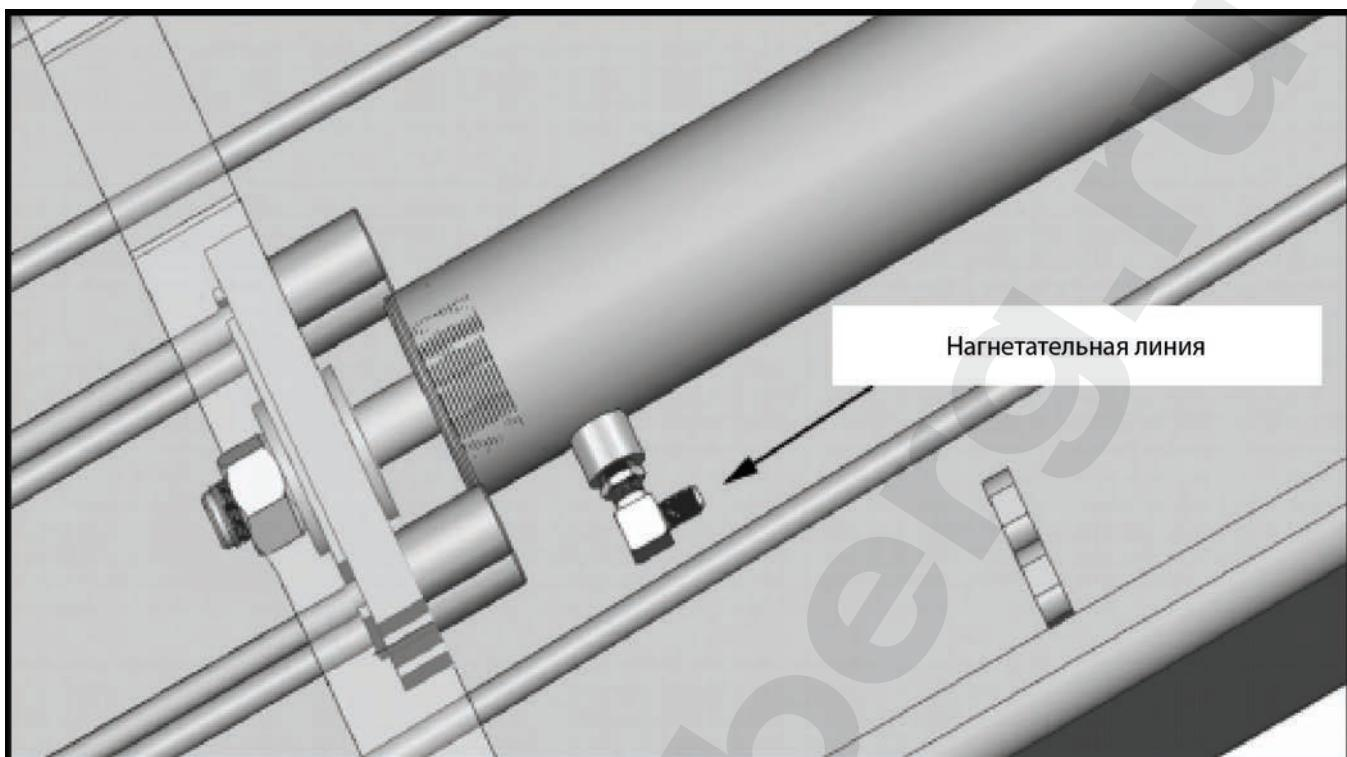

Рис. 10.3
- Установите 90°-угловой фитинг на гидроцилиндре со стороны направляющей. Рекомендуется использовать ФУМ-ленту или другой уплотнитель для резьбовых соединений, см. рис. 10.3.